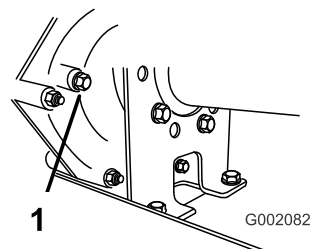

Figura 61
2. Retire o parafuso do orifício indicador do nível (Figura 61).